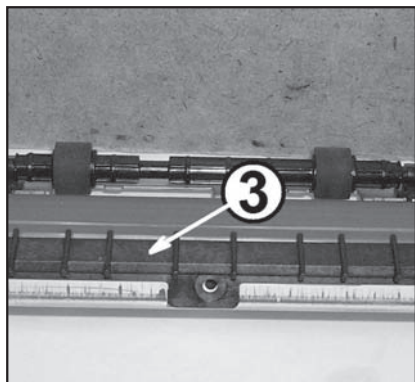

Рис. 24
ют два винта (1 и 2 на рис. 24) и снимают направляющую бумагу (3) с узла.